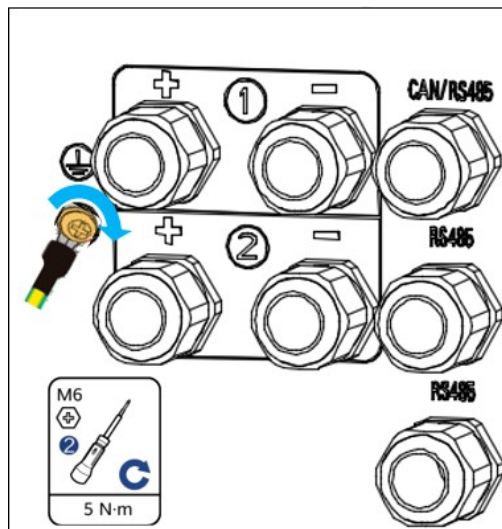

Fig. 4.3.1 Conexión del cable de tierra
Paso 1. Utiliza un destornillador para fijar el terminal del cable de tierra ⑧ al punto de tierra de la batería, consulta la fig. 4.3.1.